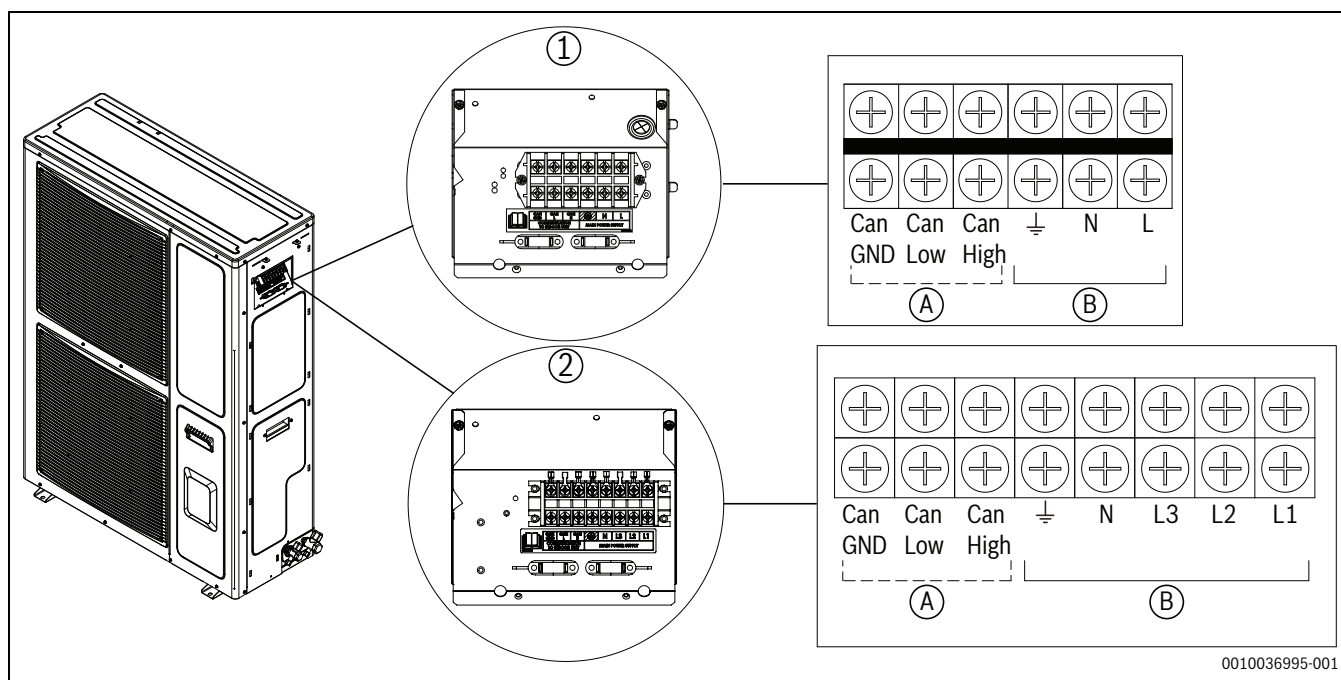

Bild 17 Kabelanschlüsse
4. Kommunikationskabel zwischen Außen- und Inneneinheit anschließen (Abb. 17 [A]).
5. Ende von Stromversorgung an Außeneinheit (Abb. 17 [B]) und anderes Ende an Hauptverteiler anschließen.